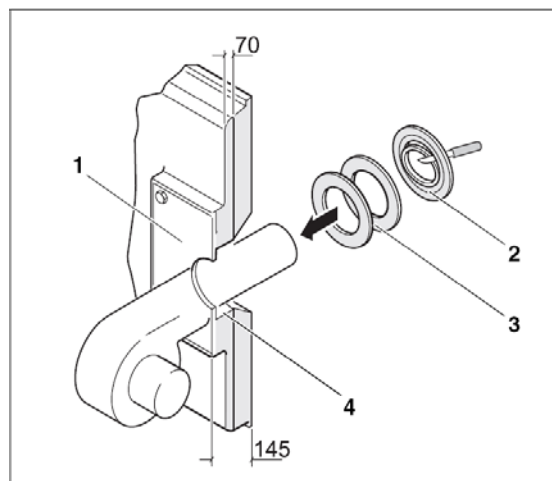

Fig. 32
- Skär eller borra ett hål i brännarplattan (Fig. 32, **pos. 1**) motsvarande brännarrörets diameter. Borra hål till fastsättning av brännaren efter brännarflänsens hålmönster.
- Skär ut isoleringsringen i överensstämmelse med brännarrörets diameter (Fig. 32, **pos. 2**).
- Fyll ut den överblivna spalten mellan brännardörrens isolering och brännarröret (Fig. 32, **pos. 4**) med passande isoleringsringar (Fig. 32, **pos. 3**).